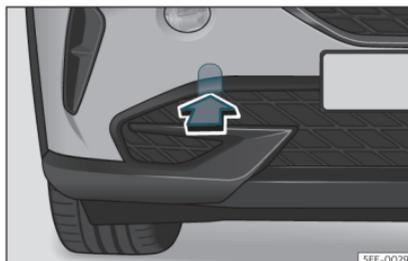

Fig. 43 Du côté droit du pare-chocs avant : retirer le cache.
Le logement de l'œillet de remorquage à visser se trouve sur la partie droite du pare-chocs avant, derrière un cache» fig. 43.
- Retirez le cache en appuyant sur la partie inférieure de ce dernier et laissez-le pendre du véhicule» fig. 43.